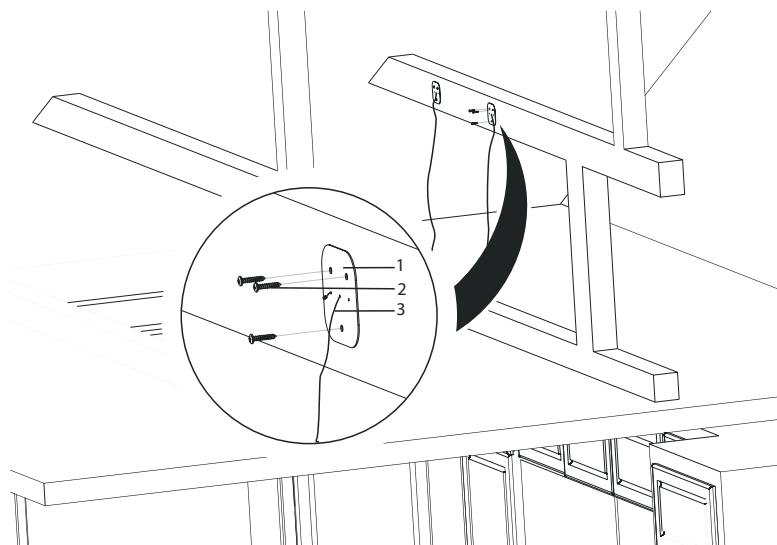

Fig. 9
**3.** ➡ Montera de fyra upphängningsplattorna, som ståltrådarna sitter fast i på en läkt i taket eller på loftet. Upphängningsplattorna kan hänga antingen horisontalt eller vertikalt (observera att läkten måste vara tillräckligt stabil för att kunna bära fläkten). Upphängningsplattorna fästs med 3x 3.9x22 skruvar (Fig. 9).